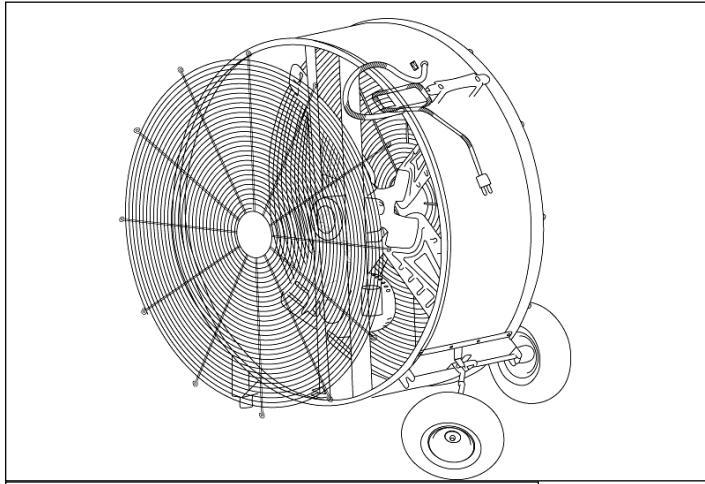

figure 2: Démontage de la protection
1. Retirez les vis du de la protection arrière et déplacer latéralement la roue (figure 2).